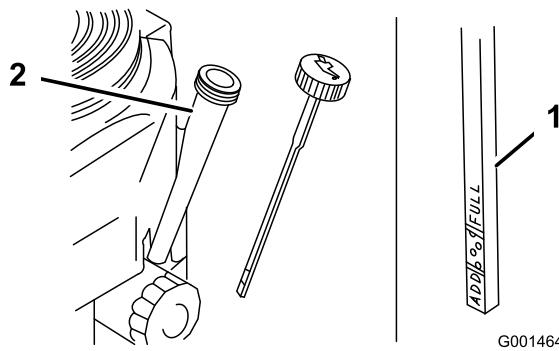

Figure 21
4. Nettoyez la surface autour de la jauge d'huile (Figure 21) pour éviter que des impuretés ne
5. Retirez la jauge d'huile et essuyez soigneusement son extrémité (Figure 21).
6. Remettez la jauge au fond du tube de remplissage, mais sans la visser (Figure 21).
9. Versez avec précaution environ 80 % de la quantité d'huile spécifiée dans le goulot de remplissage (Figure 21)